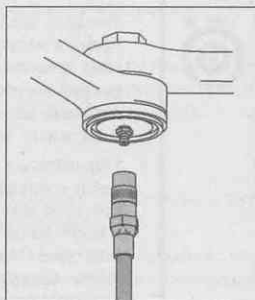

Рис. 16.5. Смазочный шприц с переходником и пресс-масленка
4. Поведите шприц к масленке и аккуратно выдавите немного смазки (рис. 16.5).